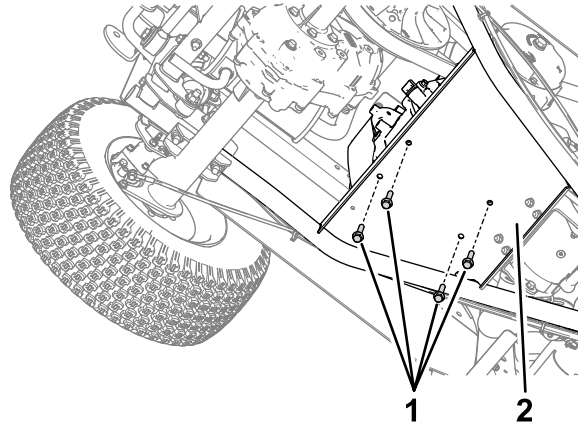

Figure 5
10. Retirez les 4 boulons à embase qui fixent le moteur à la plate-forme du bras pivotant (Figure 5).